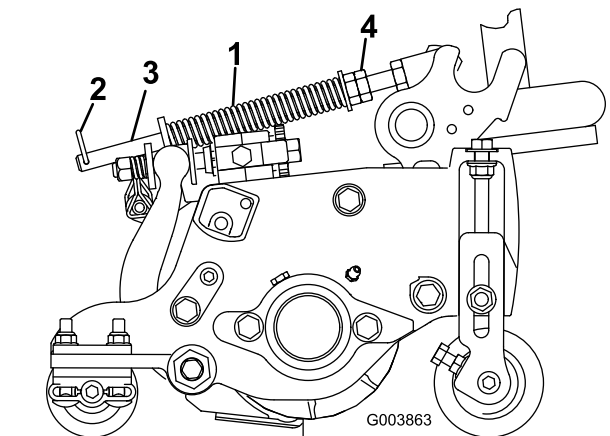

Figura 16
1. Certifique-se de que o contrapino do gancho está instalado no orifício traseiro na haste da mola (Figura 16).
2. Aperte as porcas sextavadas na extremidade dianteira da haste da mola até que o comprimento da mola em compressão seja de 15,9 cm (Figura 16).
Nota: Se tiver de remover a unidade de corte da máquina, mova o contrapino do gancho para o furo frontal na haste da mola (Figura 16). Certifique-se de que a parte posterior do contrapino do gancho foi movido para o furo traseiro da haste da mola depois de a unidade de corte ser re-instalada na máquina.